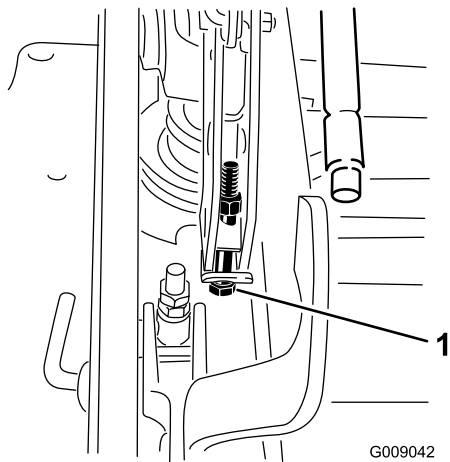

Figure 95
13. Si le tablier est trop bas, serrez le boulon de réglage monopoint dans le sens horaire. Si le tablier est trop haut, desserrez le boulon de réglage monopoint dans le sens antihoraire (Figure 95).